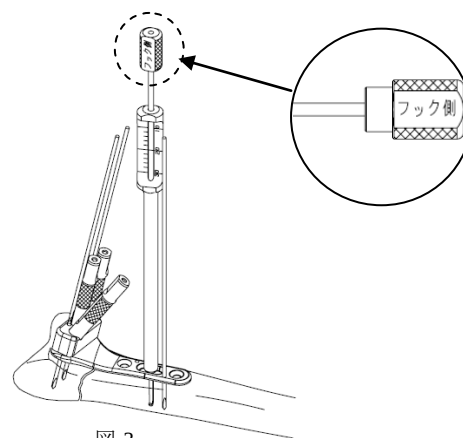

図 3
- 1) 骨幹部スクリューの場合、橈骨遠位端共通デプスゲージ（L）の先端フックを、プレートを介して背側皮質に引っ掛け、スケールを読み取ります。後端持ち手には「フック側」とマーキングしてあり、この面を手前に向けてフックを引っ掛けると操作しやすくなります。（図 3）